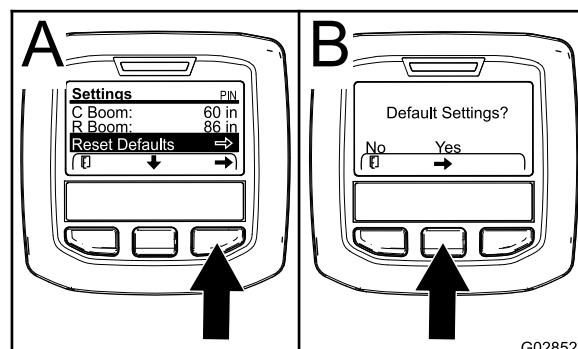

Figura 75
1. Premete il pulsante di selezione centrale per navigare nella voce Ripristina predefiniti (Figura 75).
3. Nella schermata Impostazioni predefinite, premete il pulsante di selezione sinistro per No o il pulsante di selezione destro per Sì (Figura 75).